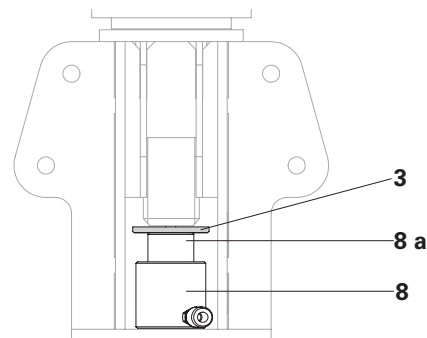

Fig. B1.06
- Il cilindro idraulico (8) deve essere a piombo, la superficie del pistone deve aderire in maniera completa e centrale! (Fig. B1.06)